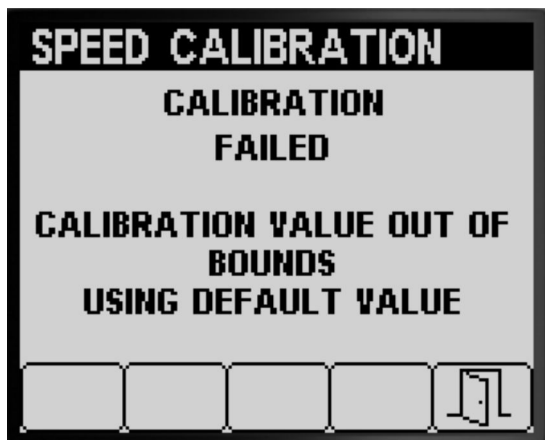

図 69
- 速度のキャリブレーションが不成功でしたというメッセージ (図 69)。
注 キャリブレーションの値が範囲外の場合 (図 69) は、代理店に連絡するか、エラーメッセージの内容を確認してもういちどキャリブレーションの手順を行う **速度キャリブレーションの準備** (ページ 21)、および **速度のキャリブレーションを行う** (ページ 22)。
5. ボタン 5 を押して速度のキャリブレーション画面を終了する 図 68 または 図 69。